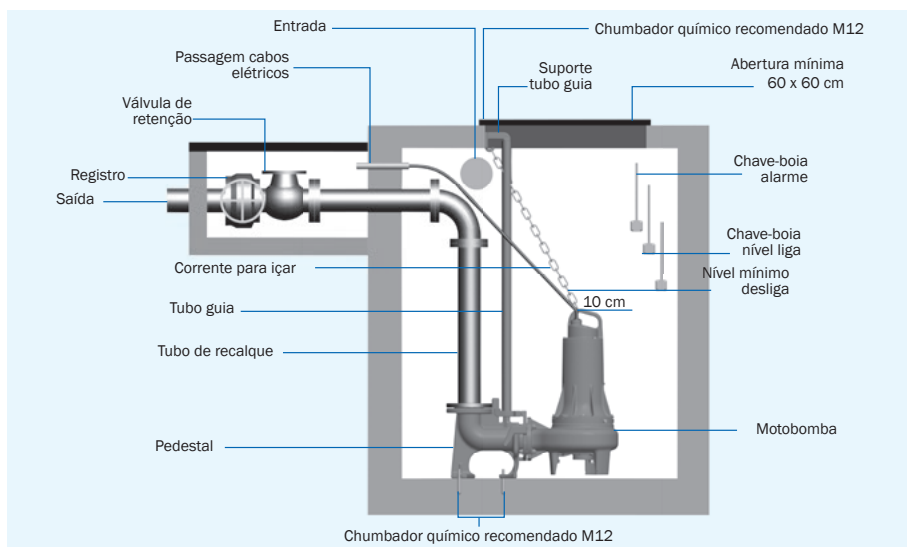

Figura 5 - Instalação da motobomba com pedestal em uma elevatória.
- A instalação pode ser móvel com tubo ou mangueira, ou em pedestal com Sistema de Acoplamento Direto (figura 5).
Automático de nível mal posicionado / boia elétrica	Posicione o automático de nível conforme figura 5.
Tubulação de recalque estrangulando o fluxo.	Verifique se a tubulação de recalque não tem diâmetro menor que o bocal da motobomba, veja item 5.2., figura 5.